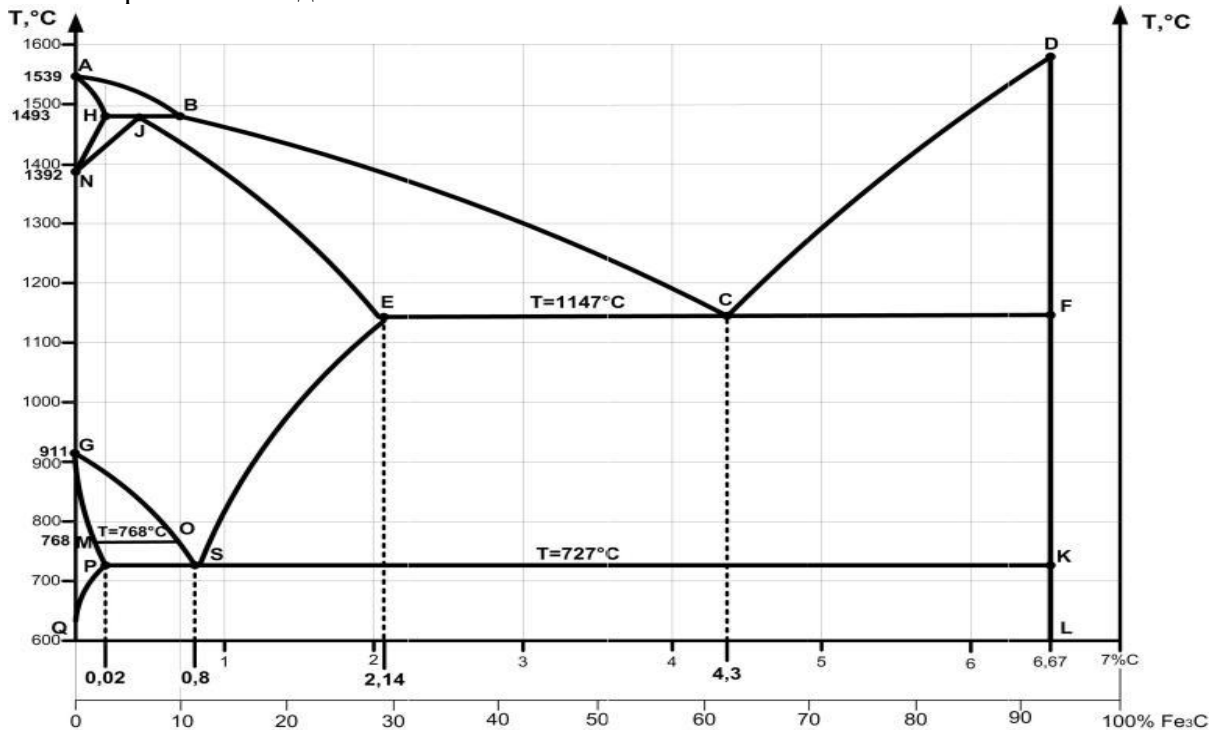

Рисунок 1 Диаграмма состояния железо-цементит
1. По диаграмме состояния железоуглеродистых сплавов (рисунок 1) построить кривую охлаждения для сплава с содержанием углерода 2%.